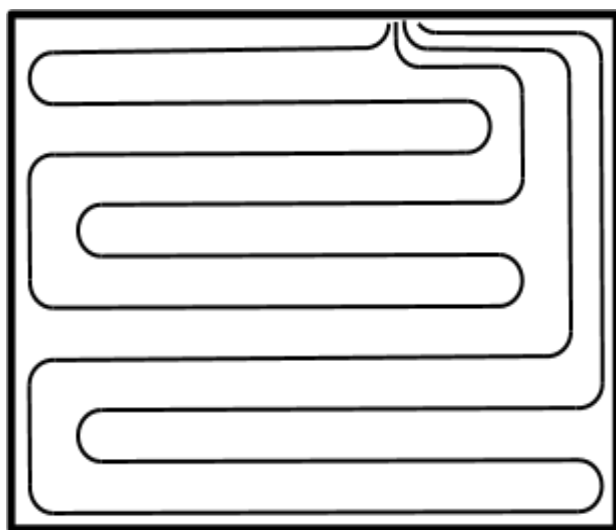

Bild 3 - Förläggning av två slingor
- Montera temperaturbegränsaren. Bild 3.
Vid installation av golvvärmepaket med två slingor skall slinglängderna anpassas så att båda slingorna blir ungefär lika långa. Se bild 3.
- Skjut fästvinklarna på plats. Bild 3.